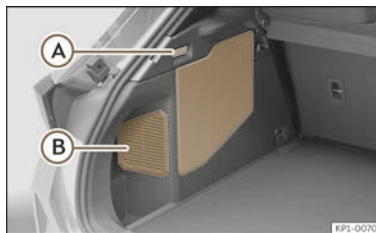

Abb. 237 Plug-in-Hybridfahrzeuge (PHEV): Einbauort der Batterie im Gepäckraum.
- Ziehen Sie den Griff (A) >>> (Abb. 237), um die Schutzabdeckung der 12-Volt-Fahrzeugbatterie zu öffnen.
Das Kühlgitter der 12-Volt-Fahrzeugbatterie nicht verdecken oder abdecken (B) >>> (Abb. 237).